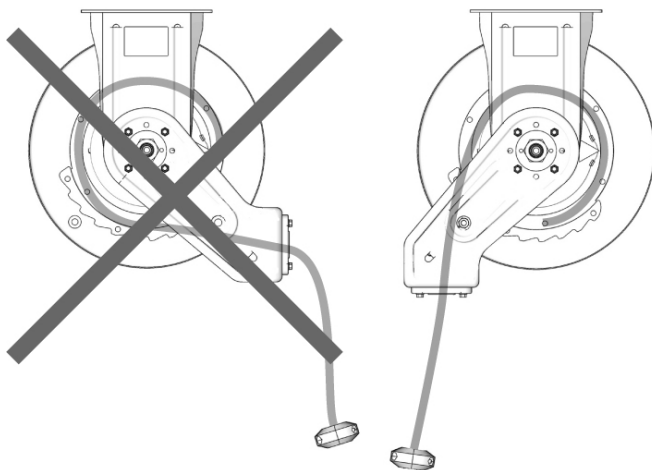

ABB. 2
**HINWEIS:** Der Kabelaufroller funktioniert am besten, wenn der Arm so steht, dass das Zubehörkabel wie in ABB. 2 dargestellt direkt von der Rolle abgezogen werden kann.